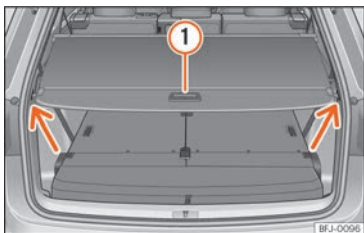

Abb. 118 Im Gepäckraum: Gepäckraumabdeckung geschlossen.
- Abdeckung am Griff »» **Abb. 118** ① etwas nach hinten ziehen und nach oben aus der